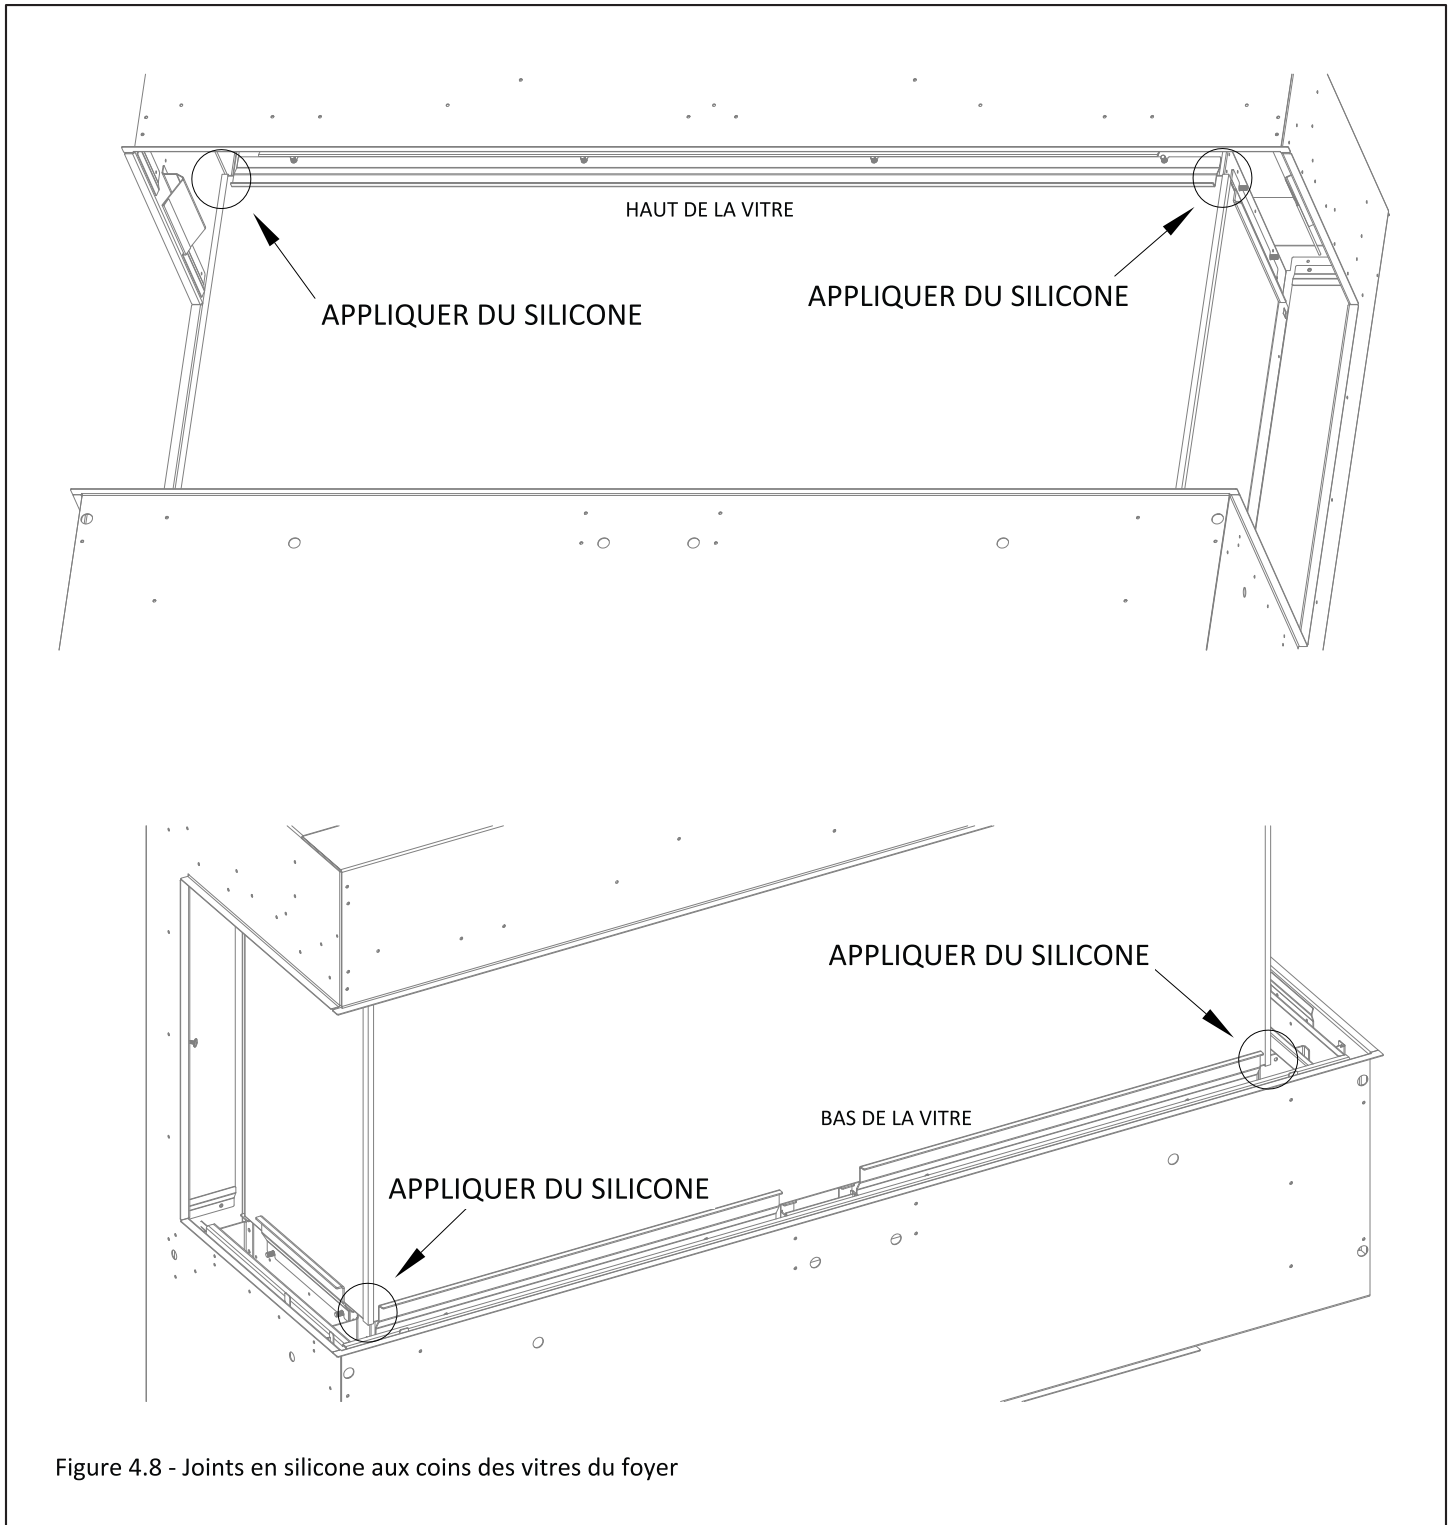

Figure 4.8 - Joints en silicone aux coins des vitres du foyer
5. Appliquez un joint de silicone haute température aux coins supérieurs et inférieurs des jonctions des vitres de façade et latérales. Voir la Figure 4.8.